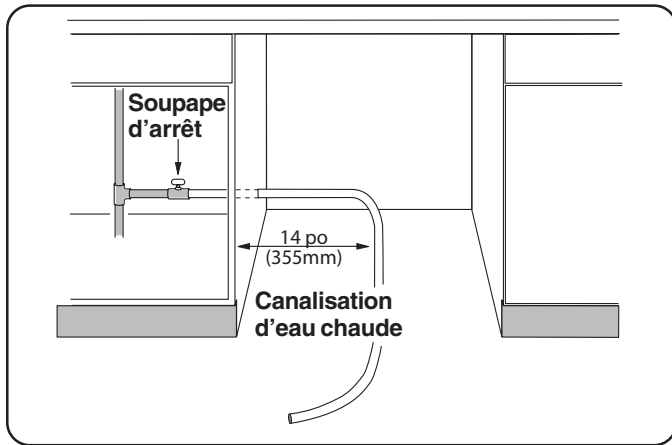

Figure 6
Installer une soupape d'arrêt accessible (non fournie) sur la canalisation en eau chaude, comme à la **figure 6**. Une soudure doit être faite avant que la canalisation en eau soit branchée sur la soupape d'entrée d'eau du lave-vaisselle. L'eau peut être fournie au lave-vaisselle par un tuyau tressé en acier inoxydable approuvé pour lave-vaisselle. Vérifier auprès des quincaillerie concernant les tuyaux appropriés et les coudes 90°.
**REMARQUE :** Quel que soit l'endroit où entre la canalisation en eau chaude (voir directives page 8), positionner la canalisation à 14 po (355 mm) depuis le côté gauche de l'endroit, comme à la **figure 6**.